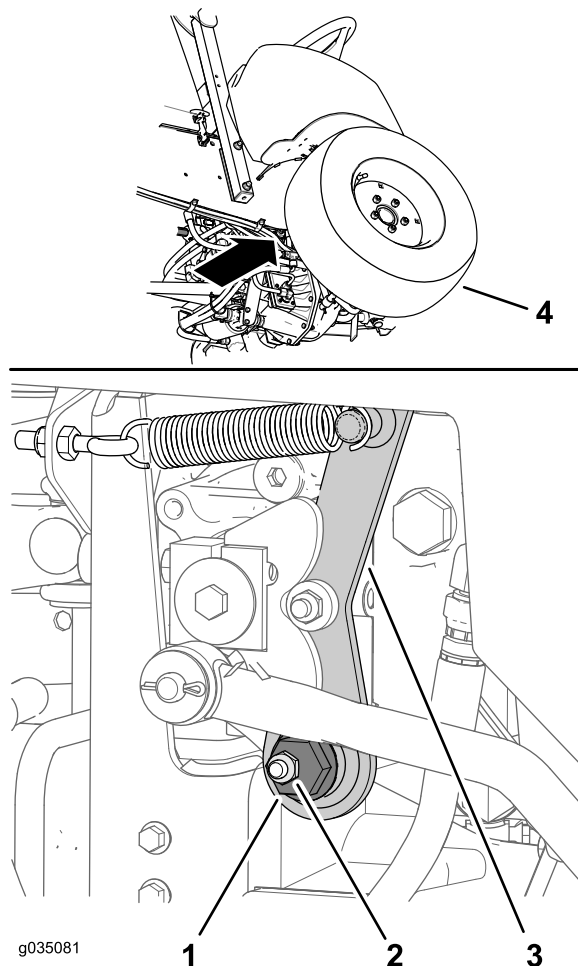

Figura 70
1. Individuate l'esagono eccentrico a destra della pompa idraulica e sotto la consolle di comando (Figura 70).
2. Allentate il dado di fissaggio fino a quando non potete muovere l'esagono eccentrico (Figura 70).
4. Ruotate l'esagono eccentrico in senso antiorario fino a quando la ruota anteriore non inizia a ruotare in avanti, poi ruotate l'esagono eccentrico in senso orario fino a quando la ruota anteriore non inizia a ruotare indietro (Figura 70).